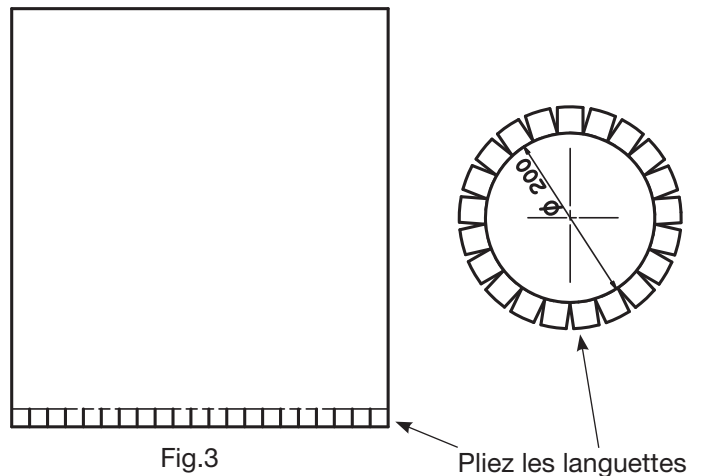

Fig.3
- Pliez les languettes de la feuille de plastique fournie (fig.3).